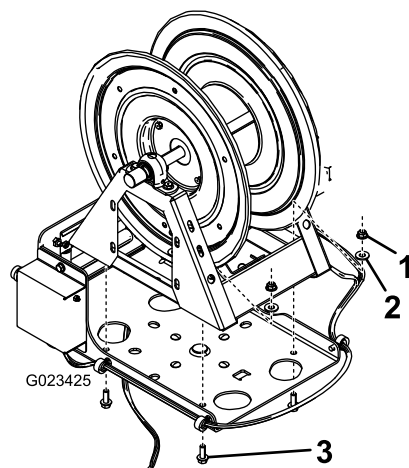

Figura 22
5. Prenda o cilindro da tubagem à placa articulada utilizando 4 parafusos (3/8-16 x 1 pol.), 4 anilhas (7/16 pol.) e 4 porcas flangeadas (3/8-16 pol.) como se mostra na Figura 22.